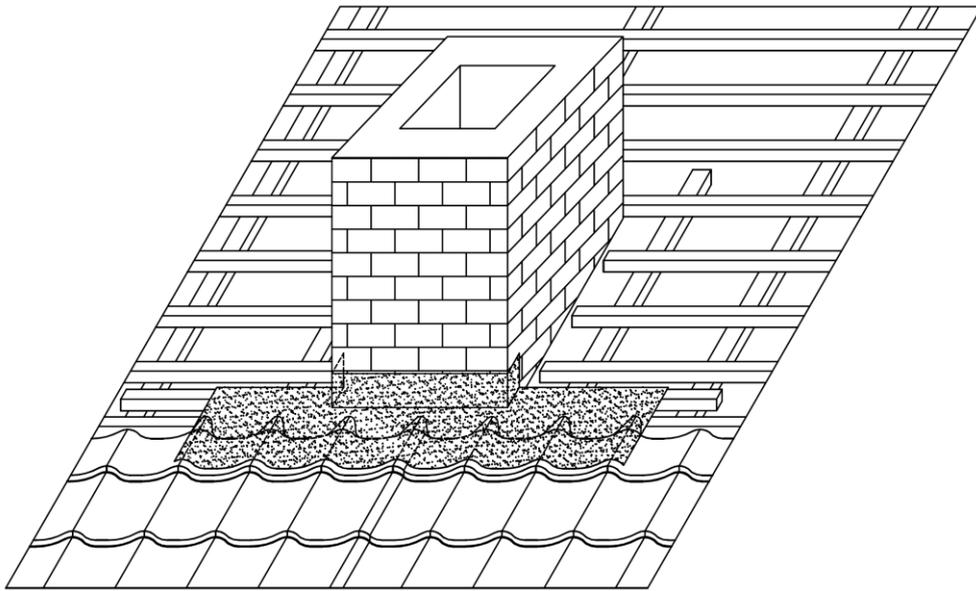

Abb. 17: Einbau des gefalteten Bandes und Verformung
- Gefaltetes Band wird in die untere Partie eingebaut und wie in Abb. 17 verformt. Das Band darf nicht an den Ecken und Kanten angeschnitten werden!